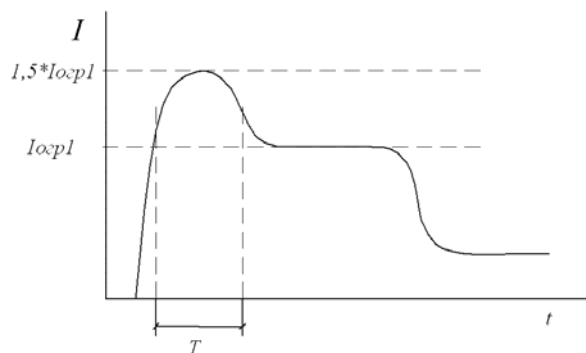

Рисунок 7 – Бросок тока при пуске
2.2.4 Бросок тока при плавном пуске (рисунок 7)